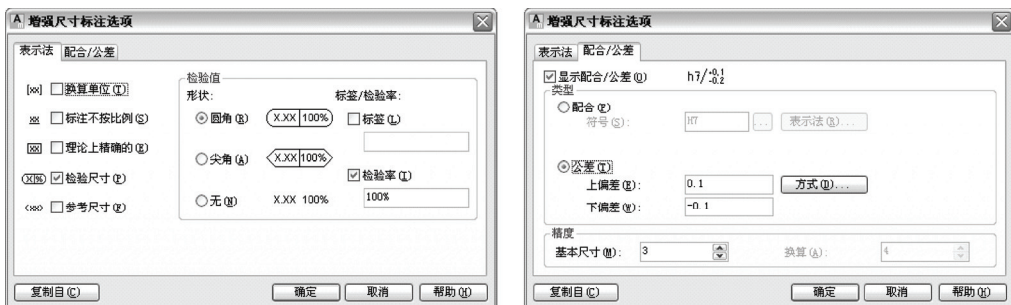

图 4-16 “增强尺寸标注选项”对话框
- ☒ 选项 (o): 显示“增强尺寸标注选项”对话框，以使用户可以为此命令预配置选项。在“增强尺寸标注选项”对话框下面有“表示法”、“配合/公差”两个选项卡，用户可以进行相关设置，如图 4-16 所示。